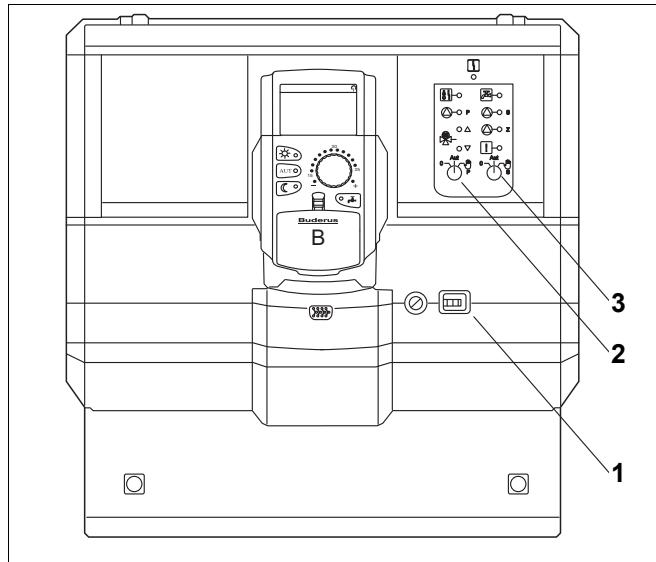

Рис. 26 Logamatic 4126
- Включите систему управления пусковым переключателем (→ рис. 26, [1]).
- Для первичного контура (→ рис. 26, [2]) установите переключатель  в положение "рука" .
- Для вторичного контура (→ рис. 26, [3]) установите переключатель  в положение рука .